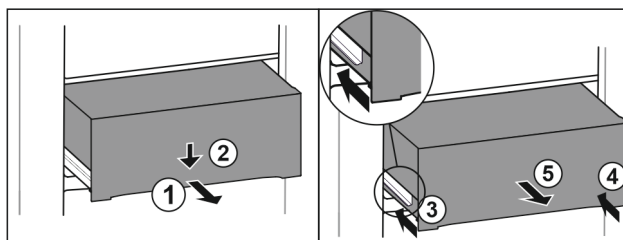

Fig. 154
- Wyciągnąć szufladę do połowy. Fig. 154 (1)
- Popchnąć szufladę z przodu w dół. Fig. 154 (2)
- Wsunąć lewą szynę o ok. 2 cm. Fig. 154 (3)
- Wsunąć prawą szynę o ok. 2 cm. Fig. 154 (4)
- Wyjąć szufladę do przodu. Fig. 154 (5)